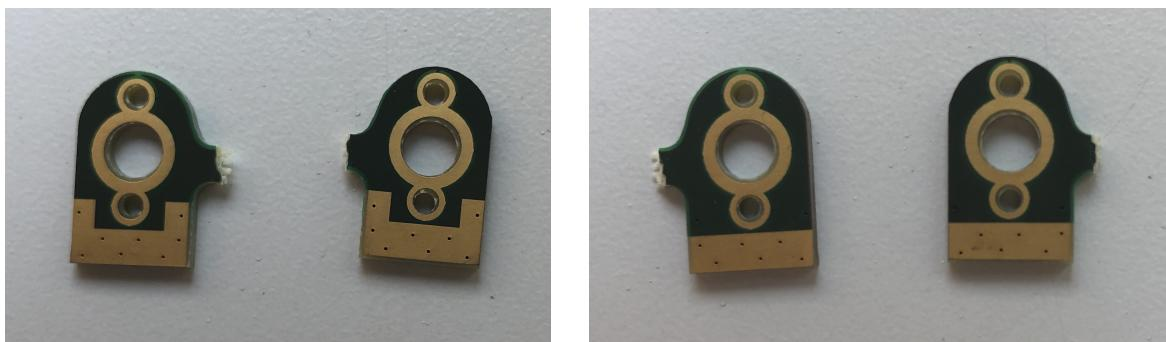

Abb. 30: Außen- (links) und Innenseite (rechts) der kleinen Teilplatten für die Motorhalterung
21. Die drei hinteren Teilplatten für die Motorhalterung (Abb. 30) vorsichtig vom PCB abbrechen.